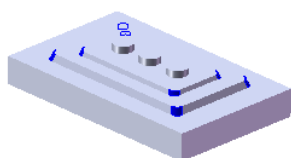

图 17.8.15 圆角 1
Step8. 创建图 17.8.15 所示的圆角 1。圆角半径为 5.0。